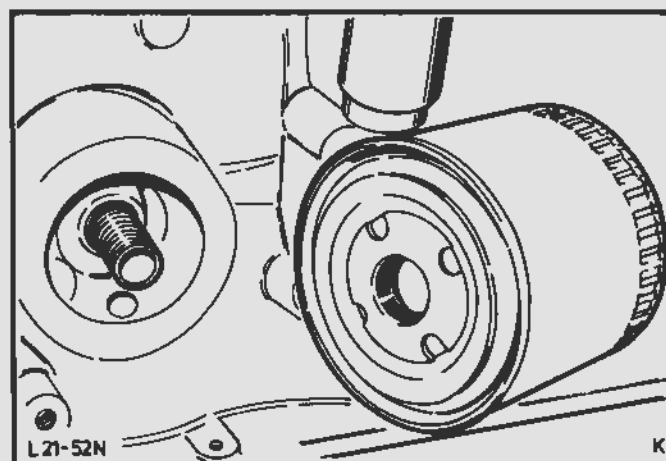

Fig.62. Skru oliefiltret på
51. Skru oliefilterpatronen ind, indtil gummipakningen berører filterhovedet, hvorefter den spændes endnu 3/4 omdrejning, Fig.62. Smør motorolie på gummipakningen inden monteringen.